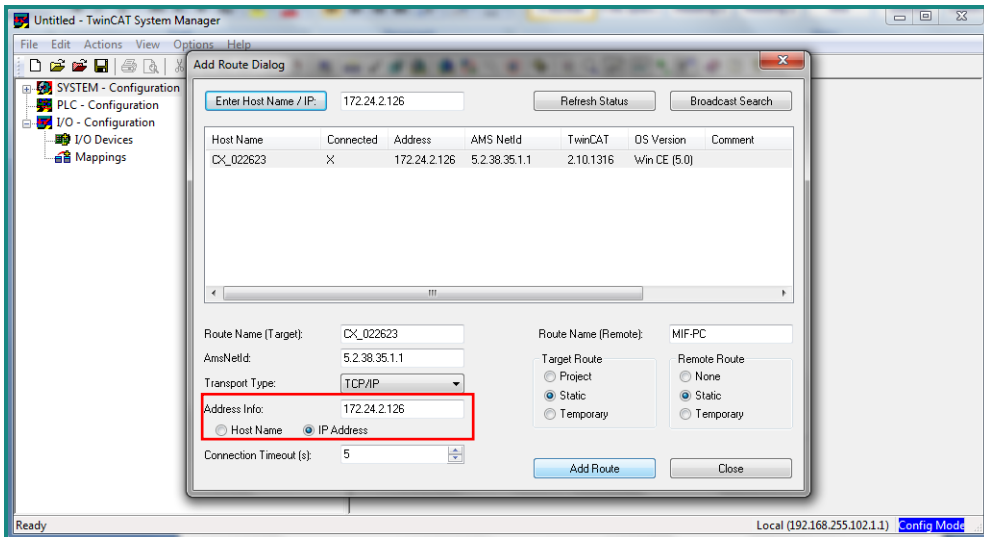

图 6 TwinCAT 添加路由对话框屏幕
6. 如果这是第一次连接，没有“X”出现在“Connected”中，请参阅图 6